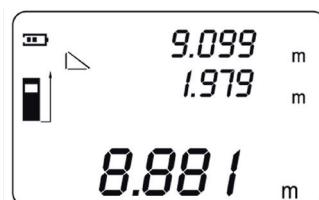

Fig. 18
- Nuovamente premere il tasto "Read" per visualizzare la lunghezza calcolata BC nell'ultima riga in basso sul display; allo stesso tempo la distanza AC sarà indicata nella seconda riga (fig. 18).